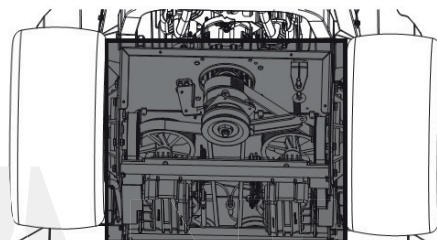

Рис. 19
- Произведите чистку вокруг трансмиссии, осей и вентилятора (рис. 19).